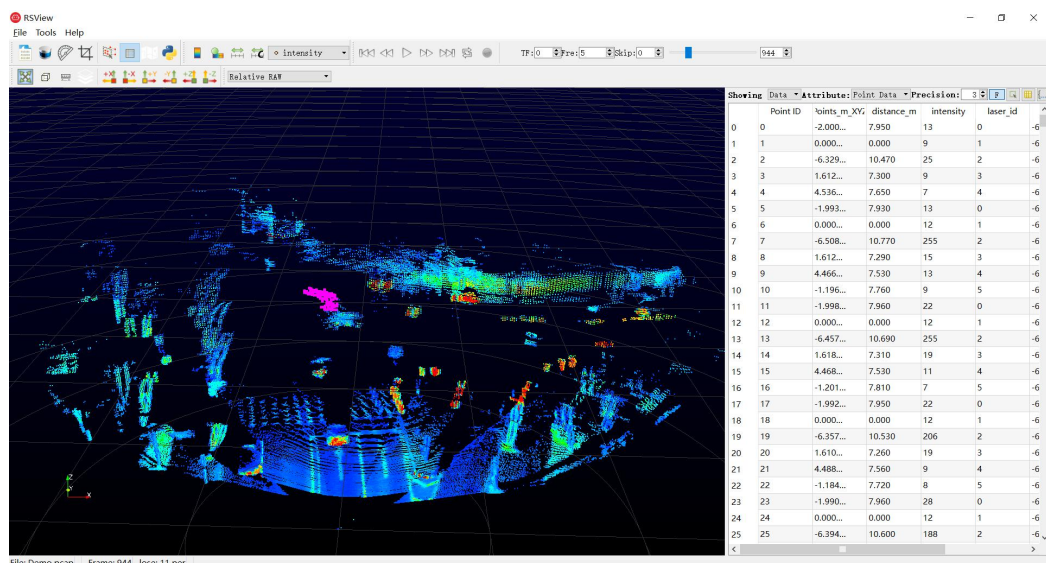

图 B-19 RSView List Selected Points
9. 在 3D 数据显示空间中, 使用鼠标画一个长方形框住一些数据点, 这些点的数据将会在 Spreadsheet 被选择, 并且在图中会变成粉红色(图 B-19)。